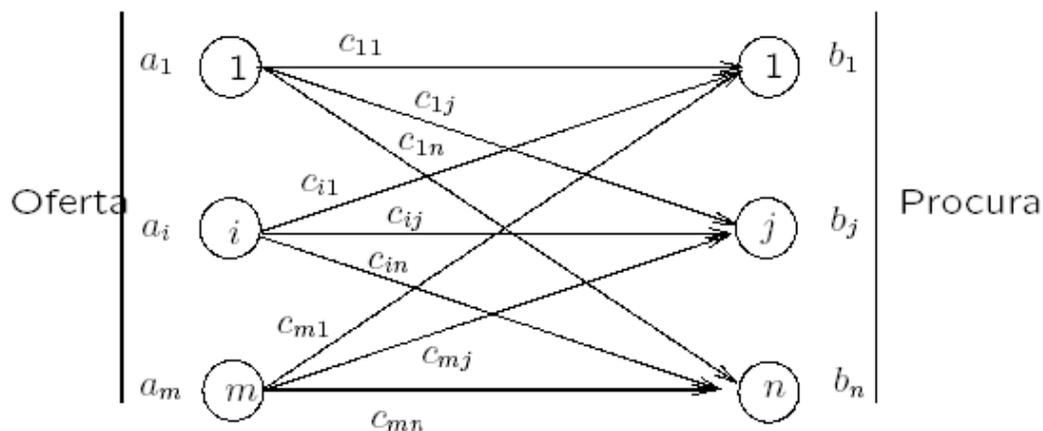

FIGURA 1 Sistema de transporte com três fontes e três destinos
3. deve ser enviado para os destinos, esgotando as disponibilidades de cada origem (fontes) e satisfazendo as necessidades em cada destino (demanda). Além disso procurar minimizar o custo total envolvido no processo de distribuição desse produto. Sabendo que o custo unitário de transporte do produto da origem  $i$  para o destino  $j$  é dado por  $C_{ij}$ , o processo de distribuição desse produto pode ser representado através de um grafo, denotado por  $G = (V, E)$ , em que  $V$  é o conjunto de nós e  $E$  o conjunto de arcos que ligam regiões com atividades econômicas interdependentes. A FIGURA 1 abaixo apresenta um sistema de transporte com três fontes e três destinos: